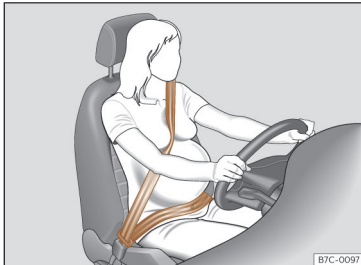

Fig. 16 Poziția centurii de siguranță în timpul sarcinii.
În cazul **femeilor însărcinate**, centura de siguranță trebuie să treacă uniform peste torace și cât mai jos posibil peste bazin, niciodată peste abdomen și trebuie să fie purtată întotdeauna corect pe perioada sarcinii >>> **fig. 16**.
- În cazul femeilor însărcinate, porțiunea pentru bazin a centurii trebuie să fie fixată cât mai jos posibil peste pelvis și să „înconjoare” întotdeauna abdomenul >>> **fig. 16**.